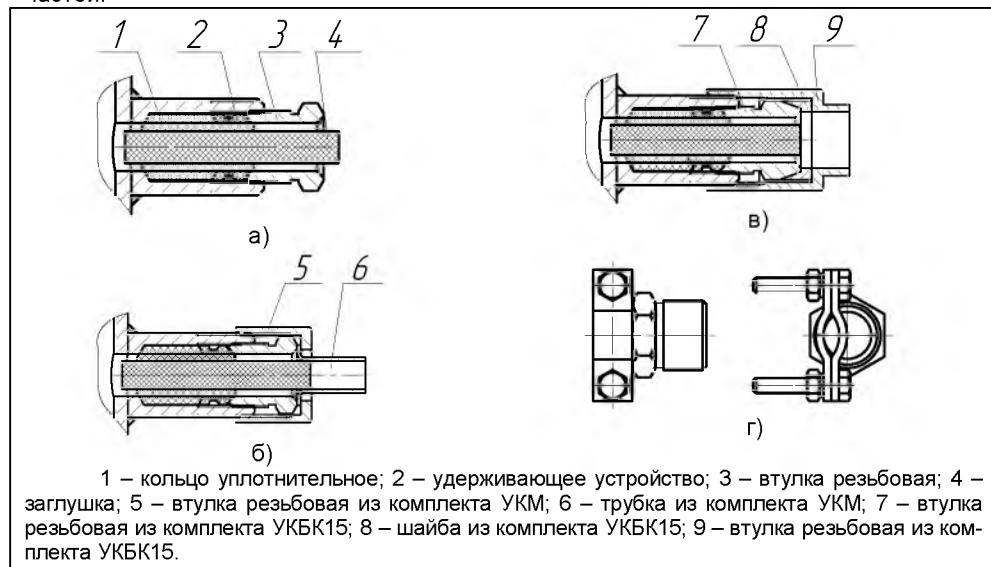

Рисунок 6 – Элементы кабельных вводов:
5.1.1 Сигнализатор изготавливается с кабельным вводом D12 (см.рисунок 6).
Кабельный ввод D12 содержит (рисунок 6): кольцо уплотнительное 1, удерживающее устройство 2, втулку резьбовую 3, резиновую заглушку 4.
втулки резьбовой 5 и трубка 6 (рисунок 6,б). Комплекты предназначены для крепления металлорукава с внутренним диаметром 10 мм (УКМ10) или 12 мм (УКМ12).
Комплект **УКБК15** (устройство крепления бронированного кабеля) состоит из втулки резьбовой 7, устанавливаемой взамен втулки 3, шайбы 8 и втулки резьбовой 9 (рисунок 6,в). Фиксация брони кабеля осуществляется между втулками 7 и 8 при наворачивании втулки резьбовой 9. Комплект предназначен для крепления бронированного кабеля с наружным диаметром до 15 мм.
Комплект **УК16** (устройство крепления) состоит из втулки резьбовой с хомутом (рисунок 6,г), устанавливаемой взамен втулки 3 и позволяет хомутом закреплять металлорукав или броню кабеля, а так же обеспечивать дополнительное крепление самого кабеля. Комплект предназначен для крепления кабеля, металлорукава с наружным диаметром до 16 мм.